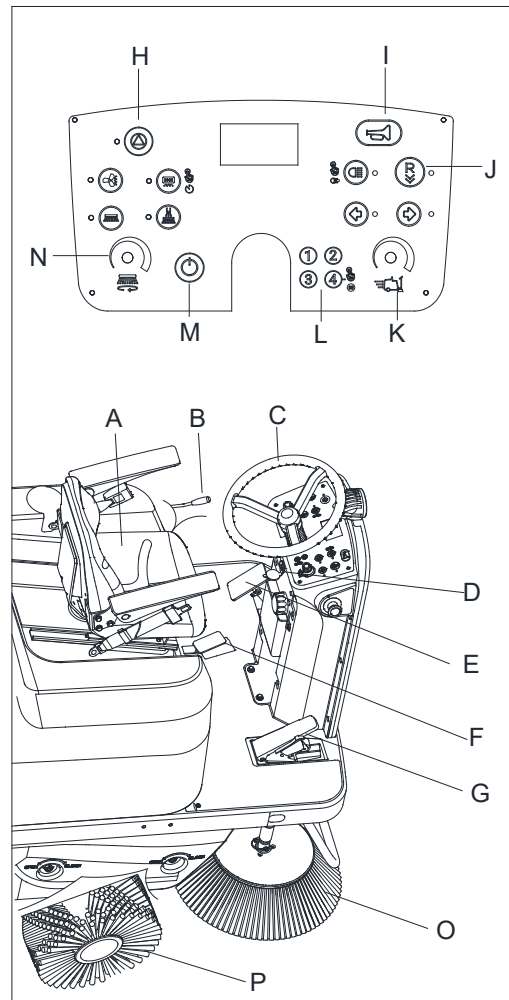

Figura 8
1. Siéntese en el asiento de conducción (A, figura 8) y ajuste la posición con la palanca (C, figura 8) para facilitar el acceso a todos los mandos.
2. Pulse el botón de encendido (M, figura 8). Compruebe el nivel de la batería en la pantalla. Si es necesario, cargue la batería (consulte la sección de mantenimiento).
3. Utilice el teclado de 4 dígitos (L, figura 8) para introducir la contraseña. La contraseña predeterminada es 1234.
4. Después de iniciar sesión con éxito, suelte el freno (E, figura 8), presione el pedal del acelerador (G, figura 8) y lleve la máquina a la zona de trabajo.
5. Pulse el botón de inicio (H, figura 8) para poner en marcha el modo de limpieza. El cepillo lateral y el cepillo principal bajarán automáticamente al suelo y el ventilador de polvo comenzará a funcionar.
6. Pise el pedal del acelerador (G, figura 8) y dirija la máquina sosteniendo el volante (C, figura 8) mientras presiona el botón de marcha atrás (J, figura 8) para llevar la máquina hacia adelante o hacia atrás. Ajuste la velocidad de conducción utilizando el selector de velocidad de la máquina (K, figura 8).
7. Ajuste la velocidad del cepillo lateral utilizando el selector de velocidad del cepillo lateral (N, figura 8) de acuerdo con los requisitos de limpieza.
8. Cuando la máquina esté encendida, puede cargar dispositivos como un teléfono o un teclado a través del puerto de carga USB (D, figura 8).
9. Presione el botón de bocina (I, figura 8) para avisar a las personas cuando sea necesario.
El sistema de aspiración de la máquina solo funcionará cuando se baje el cepillo principal. El cepillo principal y los cepillos laterales (P y O, figura 8) se pueden bajar o elevar incluso cuando la máquina está funcionando. El cepillo principal y los laterales no giran cuando se levantan.
10. Empiece barriendo girando el volante (B, figura 8) y llevando la máquina hacia adelante con el pedal del acelerador (E, figura 8).
11. Suelte el pedal del acelerador (G, figura 8) para detener el movimiento.
12. Pulse el botón de inicio (H, figura 8) para apagar el cepillo principal, el cepillo lateral y el ventilador de polvo. El cepillo principal y los cepillos laterales se levantan del suelo automáticamente. El sistema del ventilador de polvo se apaga después de algunos segundos.
4. Para aspirar materiales de desecho ligeros y voluminosos, levante la hoja delantera presionando el pedal de aleta (F, figura 8); tenga en cuenta que la capacidad de aspiración de la máquina se reduce cuando se levanta la hoja delantera.